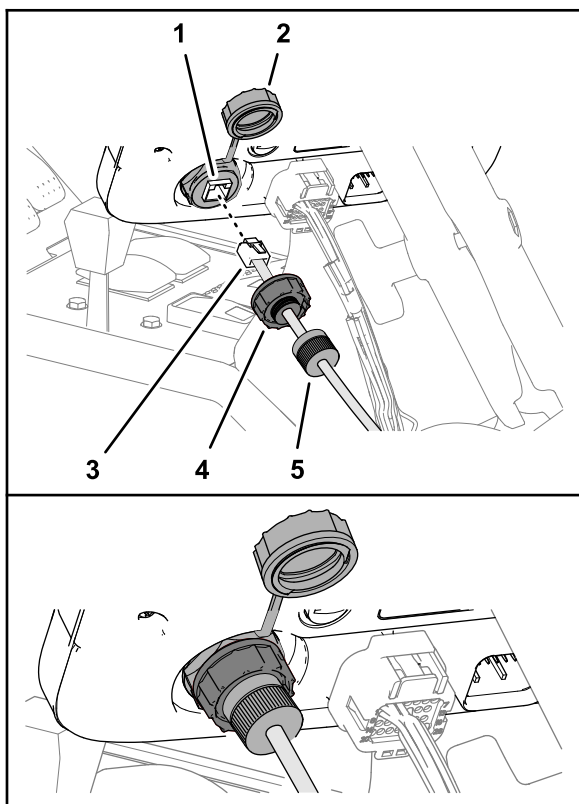

Рисунок 158
2. В передней части дисплея опрыскивателя снимите колпачок с порта RJ45 (Рисунок 158).
3. Вставьте разъем RJ45 кабеля передачи данных модема с маркировкой X-CONSOLE в порт RJ45 дисплея опрыскивателя (Рисунок 158).
4. Установите уплотнительную гайку порта на порт RJ45 дисплея опрыскивателя и затяните уплотнительную гайку (Рисунок 158).
5. Установите зажимную гайку поверх уплотнительной гайки порта и затяните зажимную гайку (Рисунок 158).